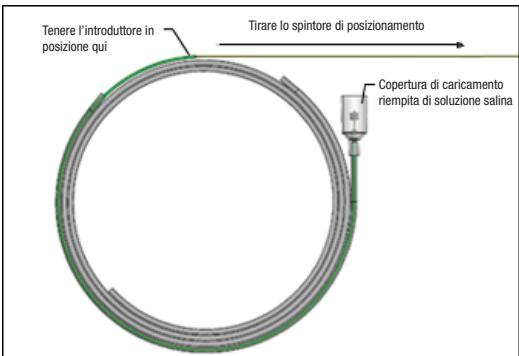

Figura 5 – Tirare lo spintore di posizionamento in direzione prossimale per ritirare l'impianto
- Con una mano che sostiene l'introduttore verde, afferrare lo spintore di posizionamento e tirare delicatamente prossimalmente per iniziare il ritiro dell'impianto, vedere Figura 5.